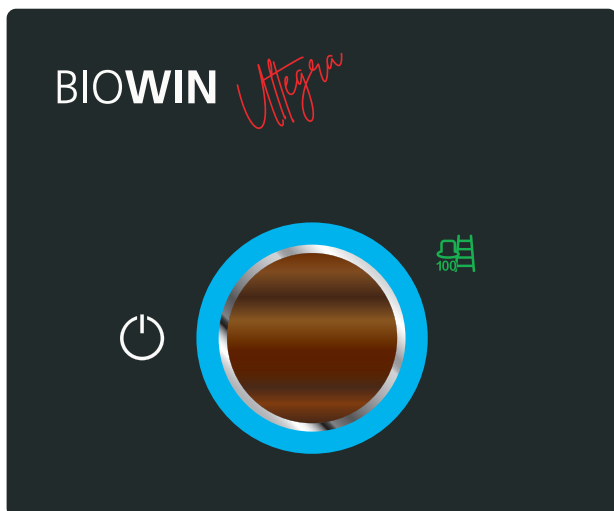
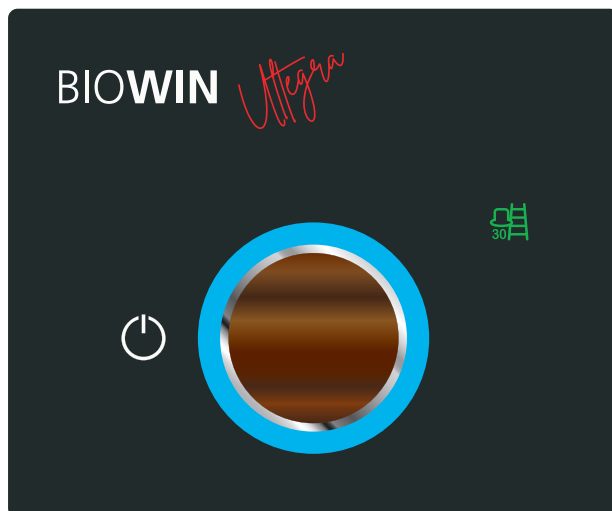

Fig. 20
Fig. 21
- ▶ Ruotare il pulsante myMagic sul simbolo spazzacamino 100 %  (Fig. 20) e tenerlo premuto per circa 3 secondi, viene visualizzato il simbolo spazzacamino 30 %  – Fig. 21.